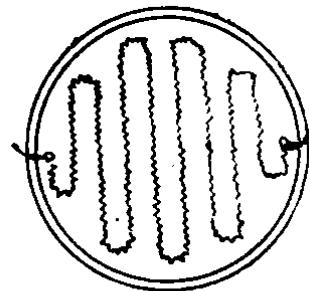

图 1-4
2. 一家用电炉具有如图1-4所示的加热元件。康铜丝长度为15米、直径0.5毫米，问螺旋线有多大电阻？